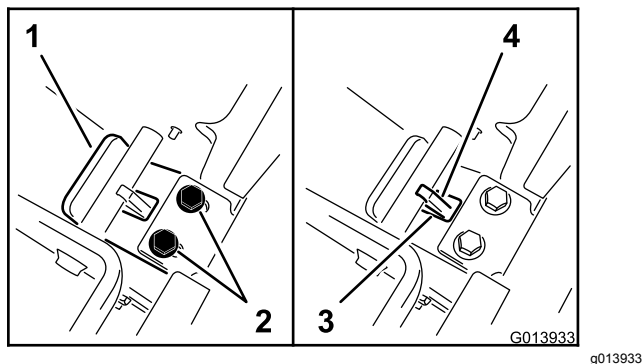

Figura 20
5. Continuando ad esercitare pressione sulla contropiastra, fate scorrere l'aletta verso di voi finché il bordo della piastra dell'aletta non si troverà a contatto con la traversa (Figura 20).